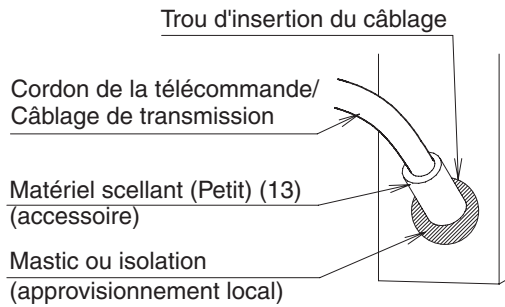

Fig. 24
- Après le raccord du câblage, assurez-vous de bien coller le matériel scellant (petit) (13) au trou d'insertion du câblage, afin d'empêcher que l'eau ne s'infilte dans l'unité intérieure. **(Reportez-vous à la Fig. 24)**